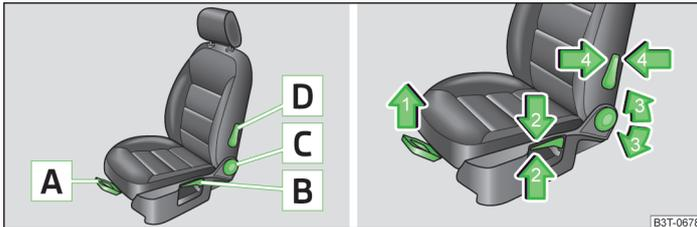

Abb. 48 Bedienelemente / Einstellung
- Den Hebel **A** » Abb. 48 in Pfeilrichtung 1 ziehen und den Sitz in die gewünschte Richtung schieben.
- Den Hebel **B** » Abb. 48 in Richtung eines der Pfeile 2 wiederholt ziehen bzw. drücken.
- Die Sitzlehne entlasten (sich nicht anlehnen) und das Handrad **C** » Abb. 48 in Richtung eines der Pfeile 3 drehen.
- Den Hebel **D** » Abb. 48 in Richtung eines der Pfeile 4 drücken.